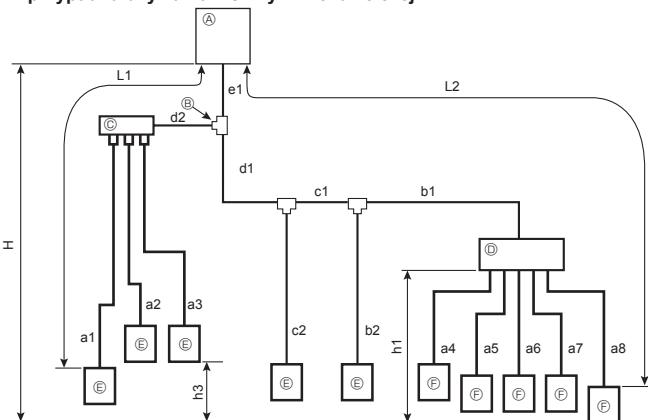

Fig. 4-3 (a)
4.2.3. System mieszany (jednostki wewnętrzne City Multi i jednostki wewnętrzne z serii M, S, P przez skrzynkę rozdzielczą) (Fig. 4-3)